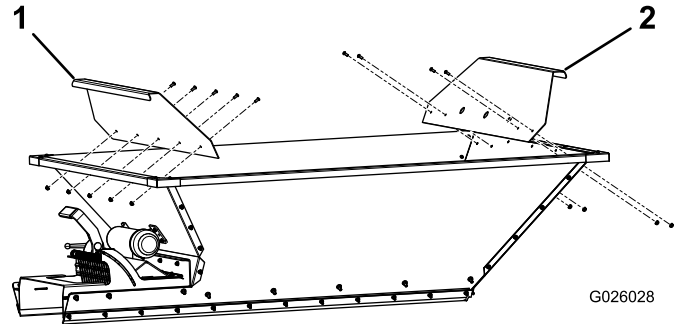

图2
12. 如果之前已经取下人工罐，则使用 (3) 1/4 x 5/8 英寸的螺栓和螺母重新将它安装到新的后板。如果尚未取下人工罐，则使用 (3) 1/4 x 5/8 英寸的螺栓和螺母将孔插入后板，以防止料斗中的材料从孔中溢出。
14. 使用 1/4 x 5/8 英寸的螺栓和螺母将前部和后部料斗延长组件安装到前板和后板 (图2)。